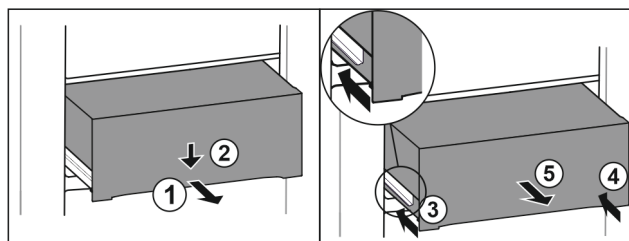

Fig. 81
- ▶ Wyciągnąć szufladę do połowy. Fig. 81 (1)
- ▶ Popchnąć szufladę z przodu w dół. Fig. 81 (2)
- ▶ Wsunąć lewą szynę o ok. 2 cm. Fig. 81 (3)
- ▶ Wsunąć prawą szynę o ok. 2 cm. Fig. 81 (4)
- ▶ Wyjąć szufladę do przodu. Fig. 81 (5)